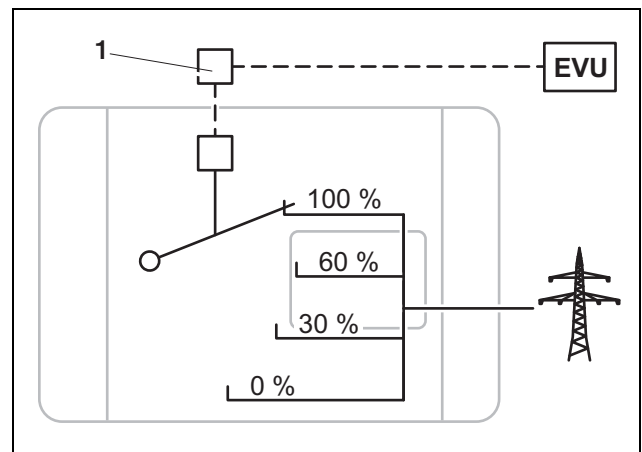

Abbildung 7: Wirkleistungsteuerung mit einem Rundsteuersignalempfänger
Die Wirkleistung des PIKO-Wechselrichters kann direkt vom Energieversorgungsunternehmen (EVU) über einen Rundsteuer-Signal-Empfänger (1) gesteuert werden. Mit dieser Technik kann lässt sich die erzeugte Leistung in vier Stufen regeln (siehe Abb.7).